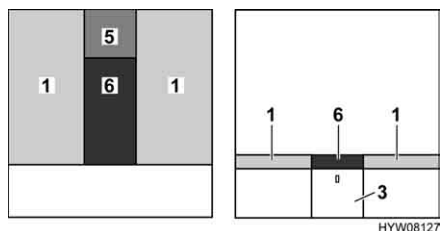

Fig. 79 Dopo la trasformazione
- Posizionare il cuscino aggiuntivo (Fig. 79,5) sul comodino da notte.
- Posizionare il cuscino aggiuntivo (Fig. 79,6) tra i materassi (Fig. 79,1).